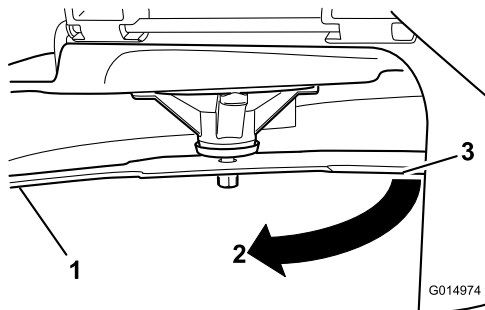

Figure 105
3. Seconde distance mesurée entre la lame et la surface (B)
4. Tournez la même lame de 180 degrés pour amener l'autre tranchant à la même position (Figure 105).